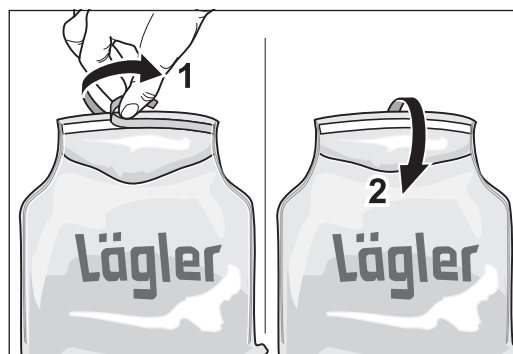

Abb. 51 Die Schutzfolie des Klebestreifens abziehen (1) und den Staubbeutel gut zukleben (2).
- 5 Ziehen Sie an der Lasche nahe der Öffnung des Staubbeutels die Schutzfolie des Klebestreifens ab (Abb. 51, 1).
- 6 Legen Sie die Lasche des Staubbeutels über die Öffnung und kleben Sie den Beutel zu (Abb. 51, 2).